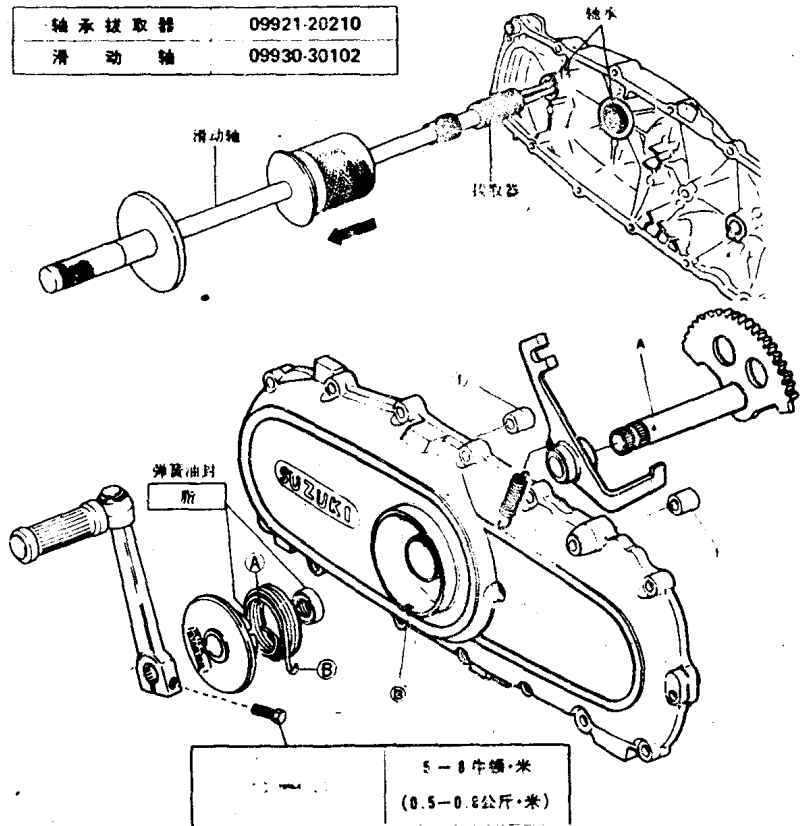

图 1-10
3. 发动机左盖及反冲式起动机的拆卸：如图 1-10 所示。